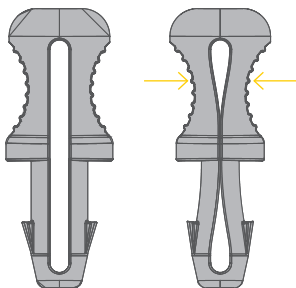

Fig. 1
- Nell'eventualità che il portadocumenti si riempisse d'acqua nella posizione verticale, svuotarlo mediante la rimozione dei n. 2 tappini (2) collocati nel piano inferiore.
- Il pin di sicurezza (4) deve essere posizionato nella sua posizione di riposo sul fianco del portadocumenti.
- Per rimuovere il pin di sicurezza premere sui bordi (Fig. 1) ed estrarlo.